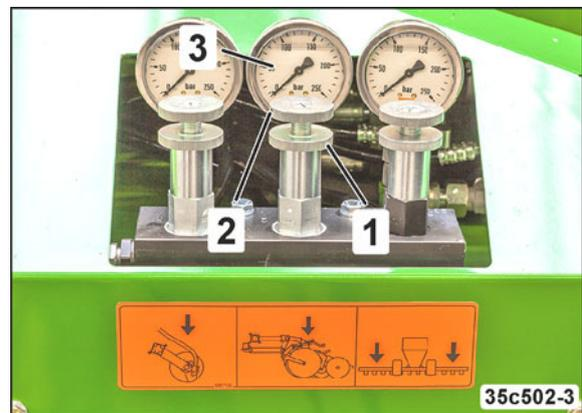

Fig. 177
1. Die Kontermutter (Fig. 177/1) lösen.
2. Den Schardruck durch Verdrehen der Ventilschraube (Fig. 177/2) einstellen.
- Den Druck am Manometer (Fig. 177/3) ablesen.
Der im Manometer (Fig. 177/1) angezeigte Druck ändert sich solange, bis das Gebläse (Vereinzelung) mit konstanter Drehzahl läuft.